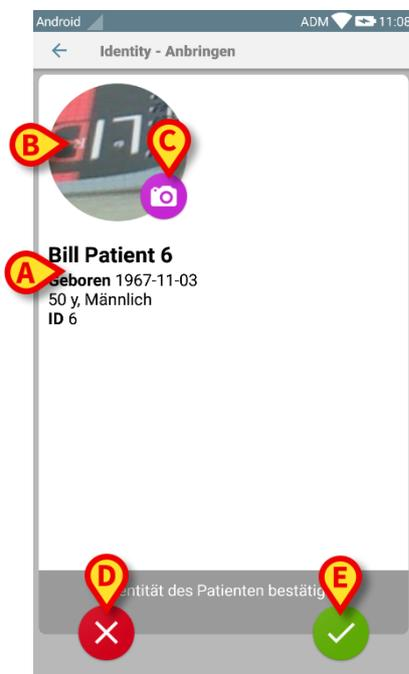

Abb. 133
Dem Benutzer steht eine Bildschirmanzeige zur Verfügung, die die wichtigsten Daten des Patienten und ein Foto von ihm zeigt (wenn verfügbar; anderenfalls wird ein allgemeines Symbol angezeigt - Abb. 133):
- Patientename, Geburtsdatum, Alter, Geschlecht, Kenncode (Abb. 133 **A**);
- Foto des Patienten (Abb. 133 **B**).
Sollte ein Foto des Patienten fehlen, kann durch Berühren der Schaltfläche in Abb. 133 **C** ein neues aufgenommen werden. Sobald ein neues Foto aufgenommen wurde, kann es geändert werden, um einen kleinen Bereich auszuwählen, der in die detaillierte Bildschirmanzeige des Patienten passt. In Abb. 133 wird der Bildschirm eines Gerätes mit hoher Auflösung gezeigt (d.h. kein Myco 1/2).
Schließlich ist es möglich, das Foto des Patienten durch langes Berühren zu löschen. Der Benutzer kann die angebotene Identifizierung des Patienten ablehnen oder bestätigen, indem er jeweils die Tasten in Abb. 133 **D** oder Abb. 133 **E** berührt. Wurde die Identifizierung des Patienten abgelehnt, wird der Vorgang gelöscht. Hat der Benutzer das Foto des Patienten aktualisiert und wurde die Identifizierung des Patienten abgelehnt, wird die Aktualisierung des Fotos ebenfalls abgelehnt.